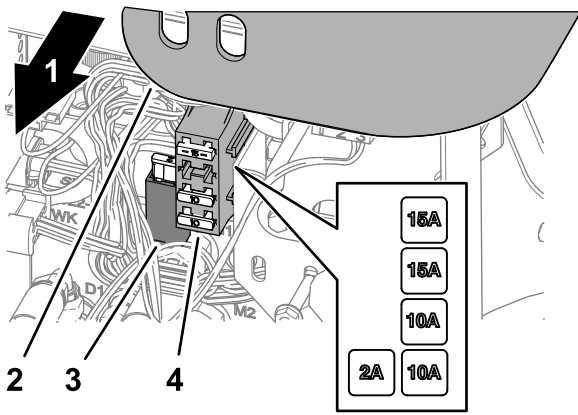

Bild 79
2. Heben Sie die Abdeckung vom Steuerarm ab (Bild 79).
3. Suchen Sie die durchgebrannte Sicherung im Sicherungshalter oder Sicherungsblock (Bild 79).
5. Montieren Sie die Abdeckung auf den Steuerarm (Bild 79).